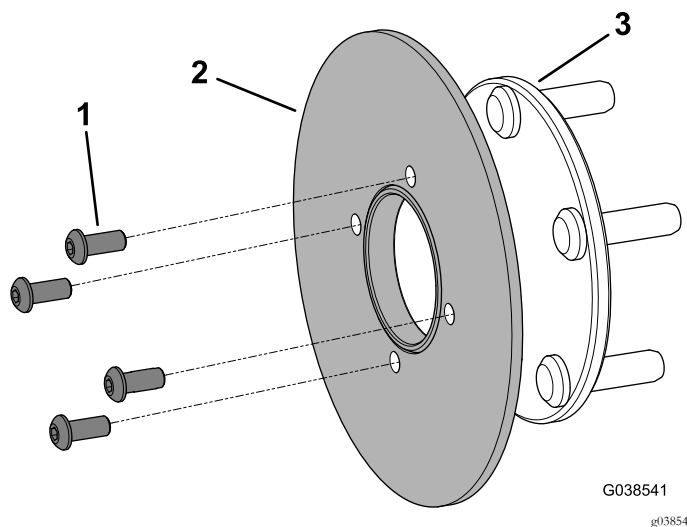

図 7
7. ハブから、六角ソケットボルト5/16 x 3/4 インチ4本を外して、ロータを取り出す 図 7。
6. ハブにロータを取り付ける六角ソケットボルト5/16 x 3/4 インチ4本で 図 7 のように取り付ける。